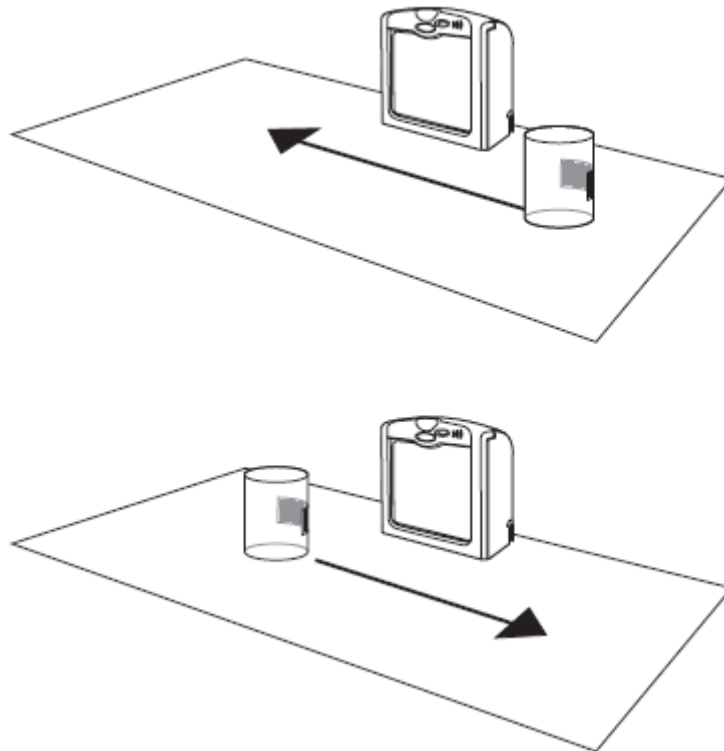
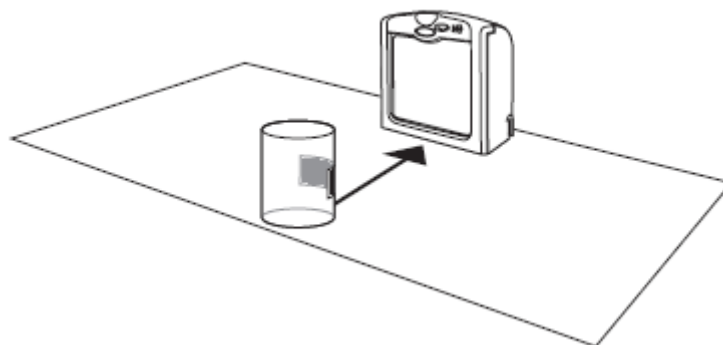

Рис. 2-2. Swipecode («ударный»)-метод сканирования штрих-кода
Рис. 2-3. Presentation («представление»)-метод сканирования штрих-кода
3. Двигайте товар через область сканирования по стрелкам (swipe («ударный»)-метод сканирования, см. *рисунок 2-2*) или поднесите товар к сканеру (presentation («представление»)-метод сканирования, см. *рисунок 2-3*). Убедитесь, что сканирующие линии пробегают все полосы штрих-кода.